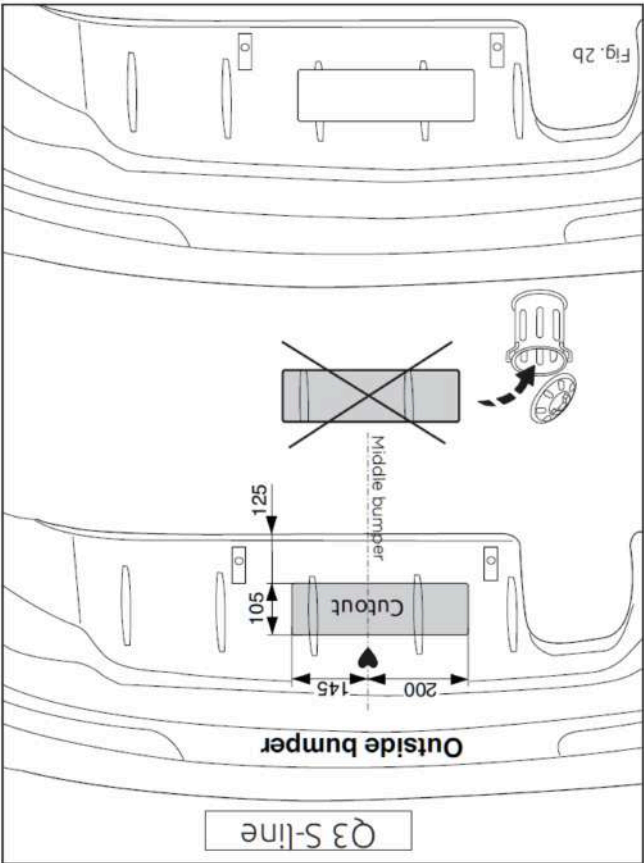

Fig. 10
7. Gemäß Abb. 10,11,12,13 & 14 das angegebene Teil herauserschneiden.